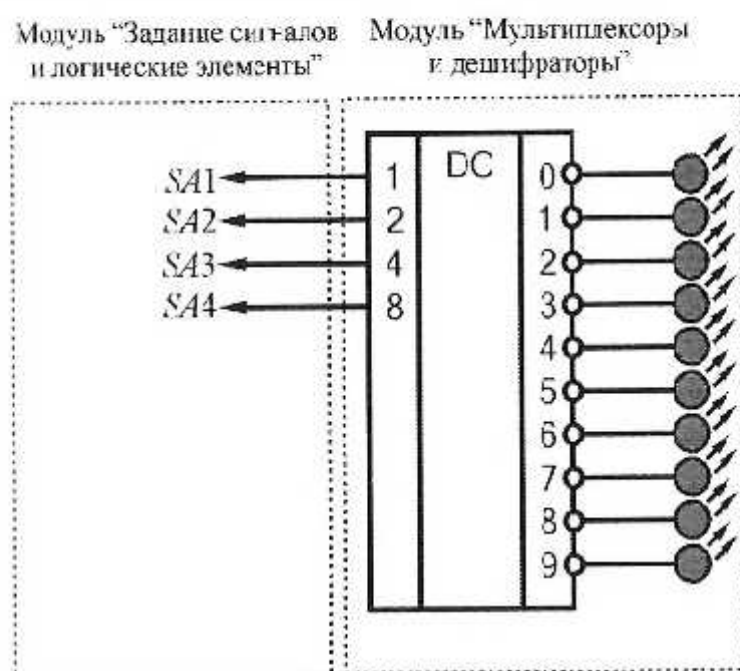

Рис. 4.2. Схема электрическая соединений лабораторных модулей для изучения дешифратора типа 74LS145N
2. Согласно рис. 4.2 выполнить электрические соединения модулей для изучения дешифратора типа 74LS145N. Монтаж схемы производить при отключенных автоматических выключателях и переключателях питания.
Состояния выходов 0...9 контролировать при помощи светодиодов на выходе дешифратора (рис. 4.2). Задавая различные комбинации логических уровней на входах 1, 2, 4, 8 заполнить таблицу истинности мультиплексора типа 74LS145N (табл. 4.3).